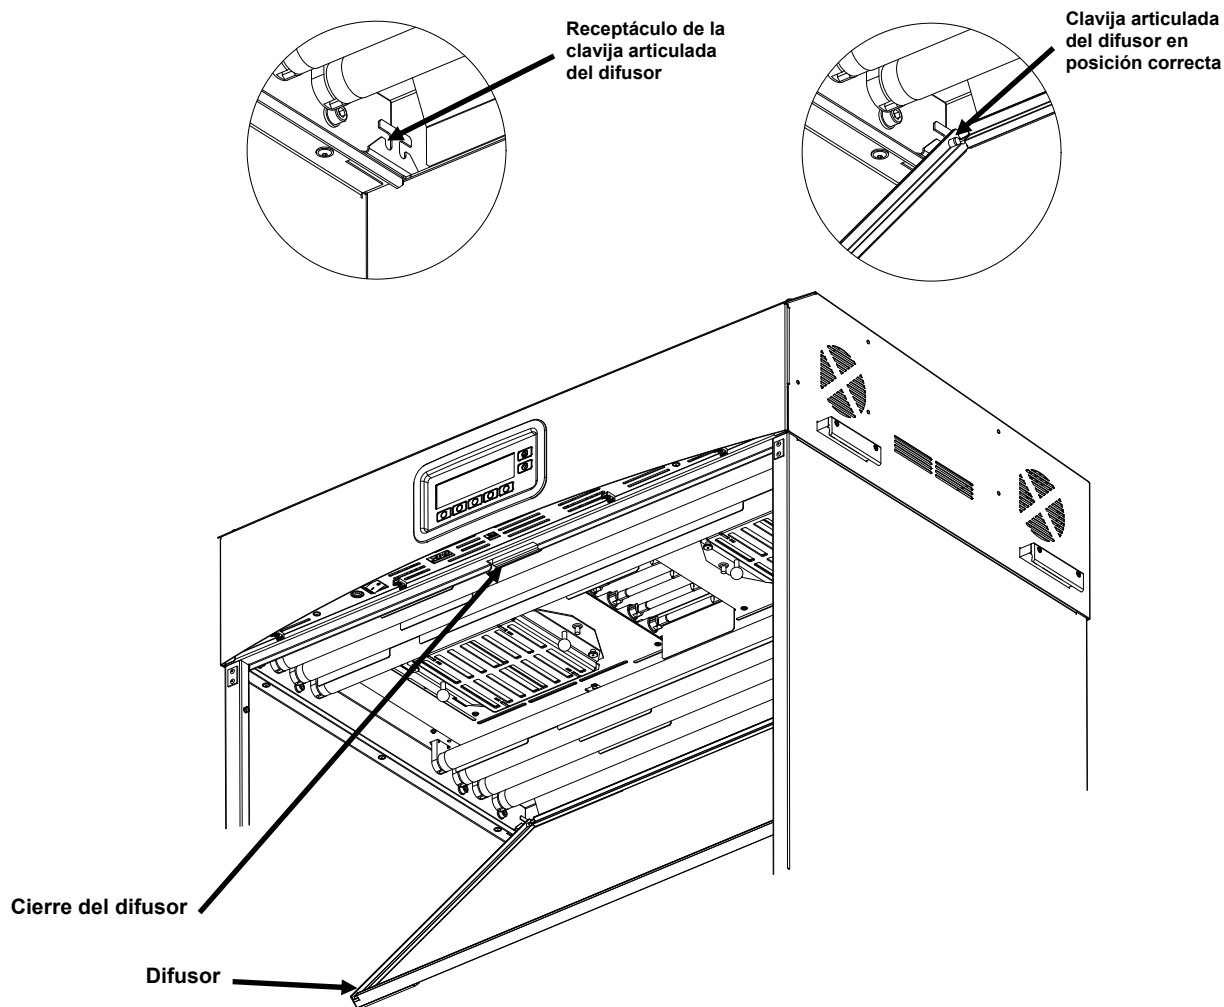

Figura 7. Luminaria y difusor
9. Introduzca las clavijas articuladas del difusor en cada esquina trasera en las ranuras frontales de los receptáculos que se encuentran en las esquinas traseras del cuerpo de la luminaria. Consulte la Figura 7.